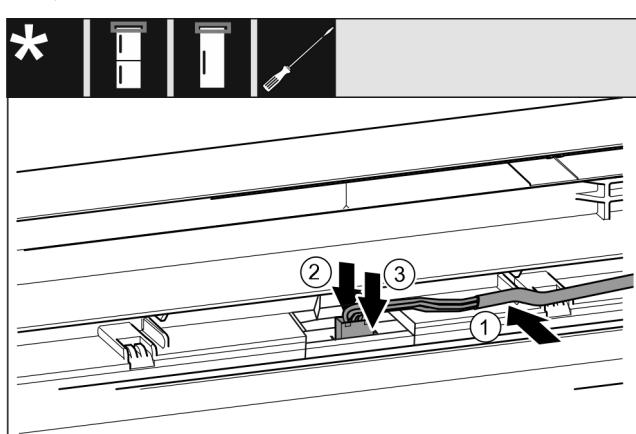

Fig. 44
- Fig. 44 (1)
- Spiediet fiksācijas izcilni uz aizmuguri. Fig. 44 (2)
- Nofiksējiet spraudni. Fig. 44 (3)